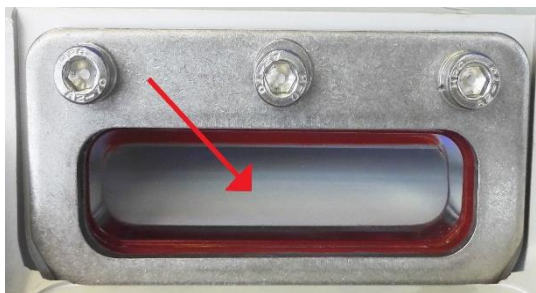

Figure 19 – Nettoyage du prisme
- Nettoyer la surface du prisme (Figure 19 - n°1) avec un produit non abrasif